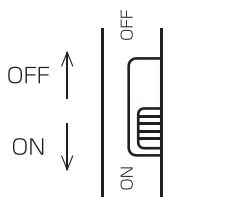

図3
1. 図3のように本器の側面にあるON/OFFスイッチをON側にします。